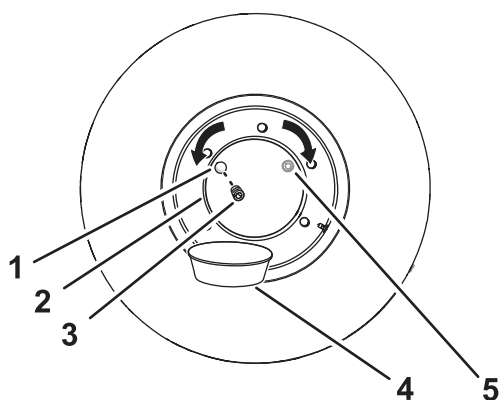

図 93
2. ホイールハブのプラグが時計の 10 時または 2 時の位置にくるようにマシンを前進後退させる 図 93。
4. ホイールハブのドレンポートの下にドレンパンを置く 図 93。
5. ホイールハブのプラグを取り外す 図 93。
6. オイルポートのねじ山の下までオイルがあれば良い 図 93。
8. プラグを元通りに取り付ける 図 93。
1. ホイールハブのオイルプラグが時計の 12 時または 2 時の位置にくるようにマシンを前進後退させる 図 93 ホイールハブの油量点検 \(ページ 64\) を参照。